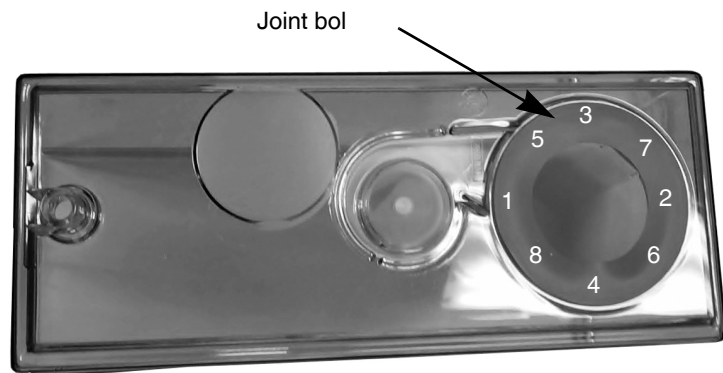

Figure 1.
3. Appuyer sur le nouveau joint fermement sur le fond de la cuvette, en utilisant les points indiqués par les chiffres présentés dans la figure 1. Suivre la séquence de nombres dans la figure 1 lors de l'installation du joint.